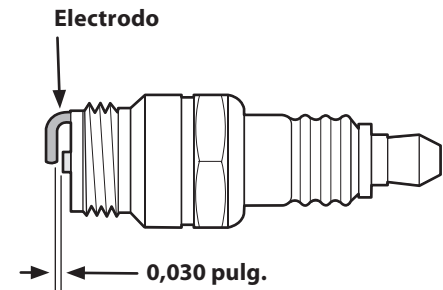

Figura 6-10
3. Mida la separación de bujía con un calibrador. Corrija de ser necesario torciendo el electrodo lateral. Vea la Figura 6-10. La separación debe establecerse en 0,030 pulg.